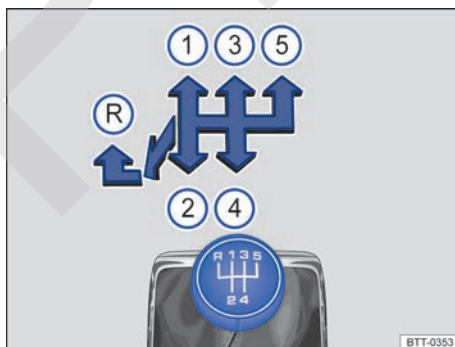
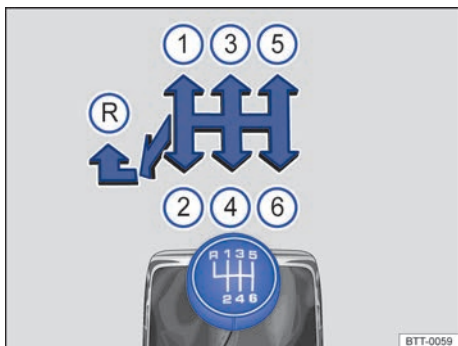

Fig. 148 Esquema de las marchas de un cambio manual de 5 marchas. ►
Fig. 149 Esquema de las marchas de un cambio manual de 6 marchas.
En la palanca de cambios están representadas las posiciones de cada una de las marchas → fig. 148 o → fig. 149.
- Mueva la palanca de cambios completamente hacia la izquierda y a continuación hacia delante para situarla en la posición de la marcha atrás → fig. 148 (R) o → fig. 149 (R).